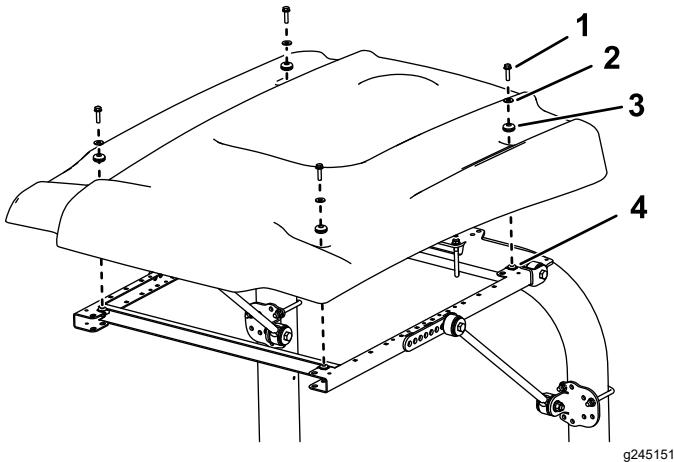

Figura 45
9. Alinee los taladros de montaje y posicione el toldo sobre el bastidor, según se muestra en Figura 45.
10. Sujete provisionalmente cada esquina del toldo al bastidor con un perno con arandela prensada (5/16" x 1 1/4"), una arandela pequeña y un anillo de goma (Figura 45).